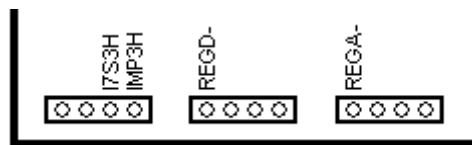

Figura 8
- los registros de llamada, en los terminales REGA- y REGD- (Figura 8)
- los mandos a accesorios 3H, en los terminales IMP3H y I7S3H (Figura 8).